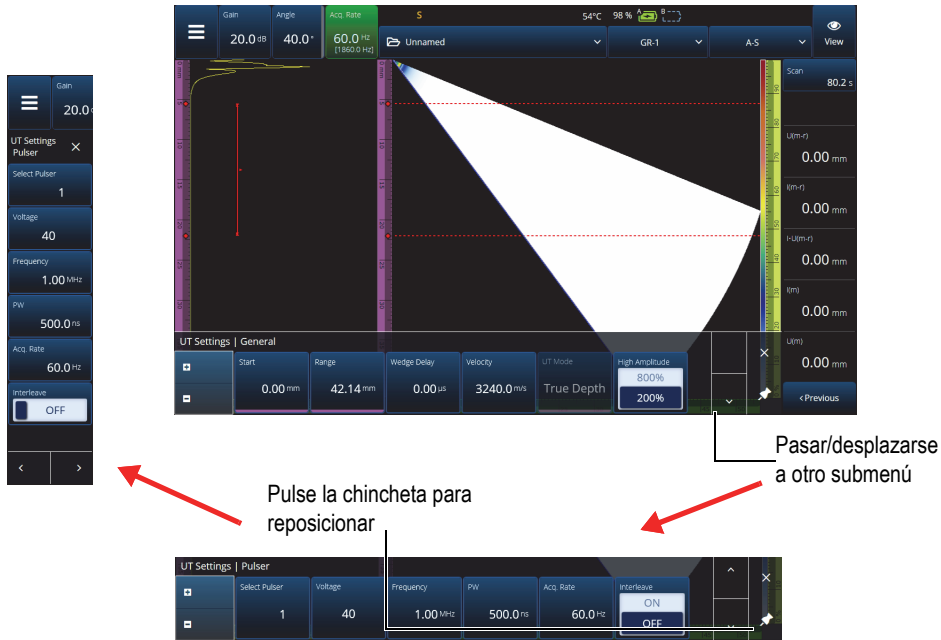

Figura 2-3 Desplazarse y reposicionar un submenú de parámetro
El menú aparece temporalmente de forma horizontal sobre el área de la pantalla de datos, con las selecciones de submenú a la derecha. Al ser seleccionado, el submenú de parámetros aparece sobre la pantalla de datos. Es posible desplazarse/pasar a otro submenú usando los botones de flecha (▲ ▼). El submenú puede ocultarse tocando el botón de cerrar (X), o puede anclarse/fijarse (↔) al lado de la pantalla (ver Figura 2-3 en la página 32).